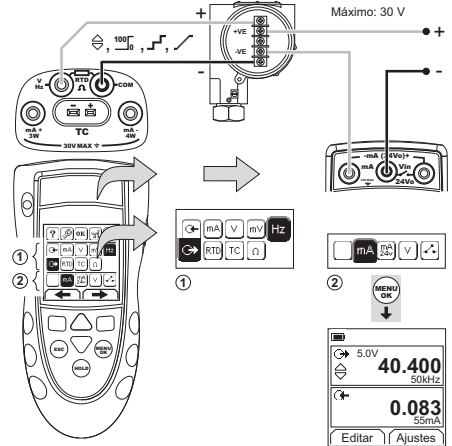
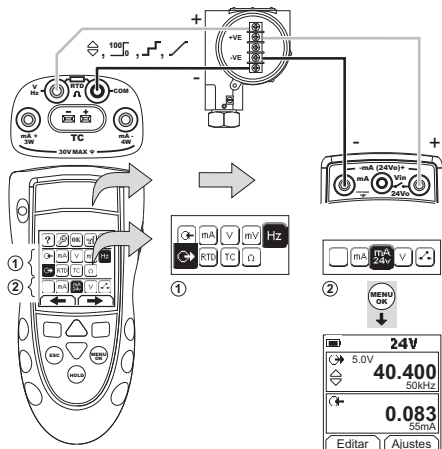

Figura 10: Ejemplo de configuración: Calibración de transmisores con alimentación de lazo externa
Figura 11: Ejemplo de configuración: Calibración de transmisores con alimentación de lazo interna
1. Conecte el instrumento (Figura 10 y Figura 11) y, si es necesario, ajuste la opción Configurar (Tabla 1).